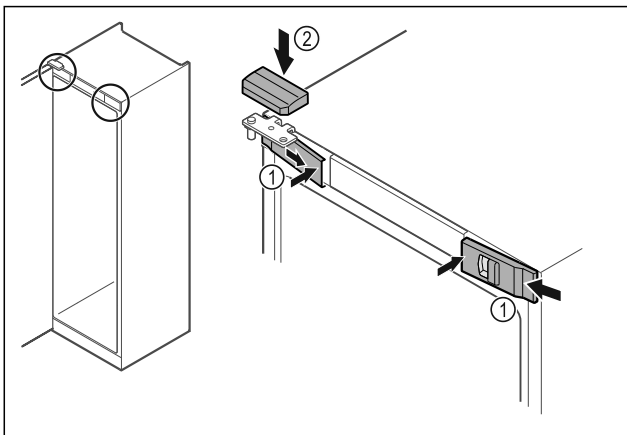

Fig. 50
- ▶ Haka fast skydden fram Fig. 50 (1) på sidan och sätt på dem på insidan.
- ▶ Sätt på det övre skyddet Fig. 50 (2) uppifrån.